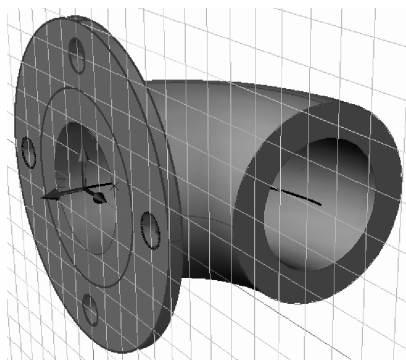

Fig. 9.39 Generarea flanșei
- Se generează modelul solid al flanșei – vezi Fig. 9.39. Pentru aceasta, se trece pe stratul **Solid**. Apoi, din grupul de comenzi **3d Make** al panoului **Dashboard**, se selectează *Presspull*. Se indică prin clic cu mouse-ul un punct din interiorul conturului plan al flanșei. Apoi se tastează **-20** (înălțimea flanșei).